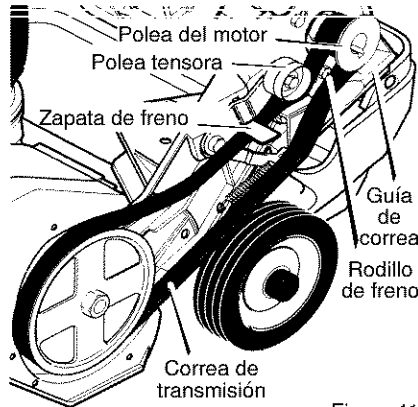

Figura 11
2. Saque la **correa de transmisión** de la **polea tensora** Figura 11.